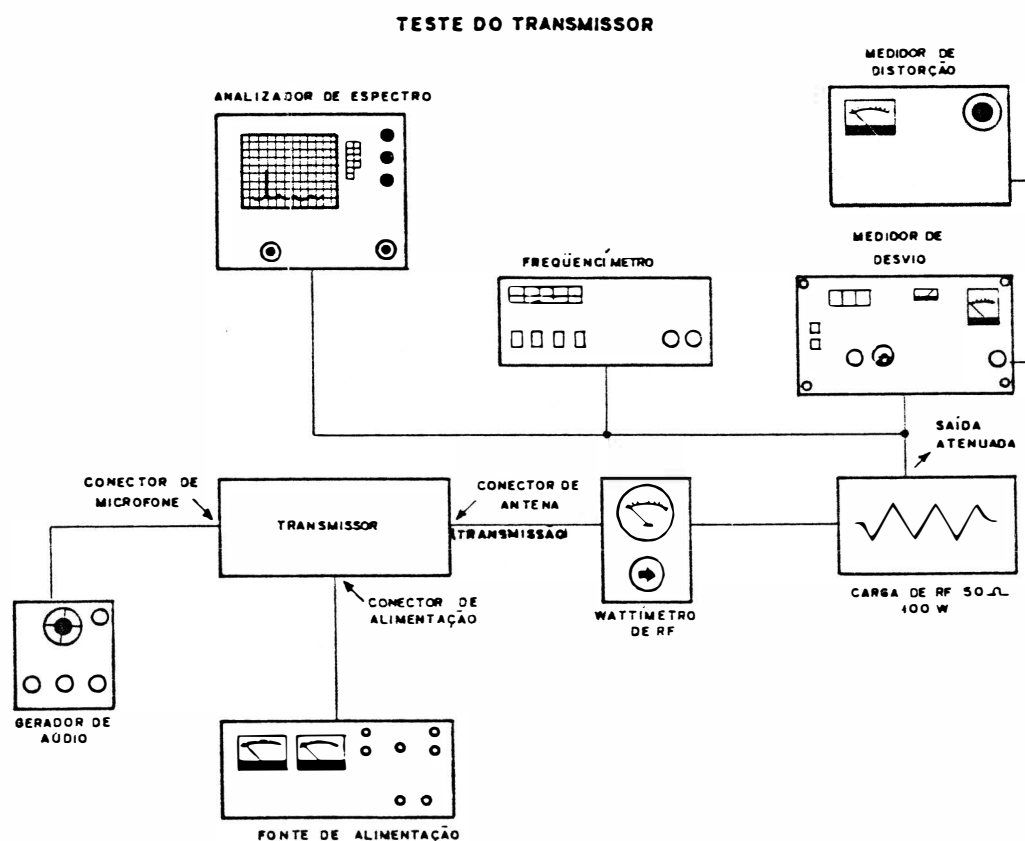

FIGURA 30
Para ajustar o transmissor deve-se interligar os instrumentos necessários conforme figura 30.
Após interligar os instrumentos ao equipamento de rádio (transmissor) conforme indicado na figura 30, damos início aos ajustes conforme enumerados a seguir:
- Frequencímetro conectado à saída atenuada da carga de RF de 50 Ohms, conforme ilustrado na figura 30.